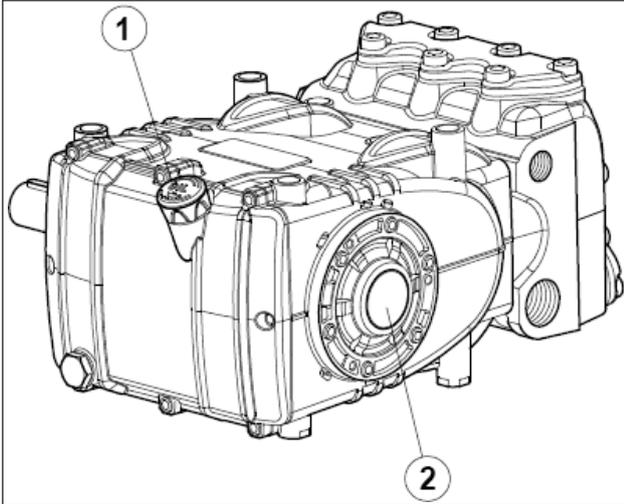

图 15
5. 泵壳中的油处于规定的油位，可通过专用的油位杆 (①, 图 15) 进行检查，此外也可用油位指示器 (②, 图 15) 进行检查。